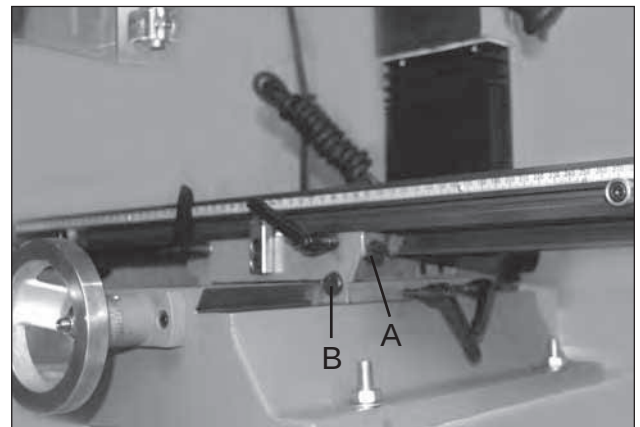
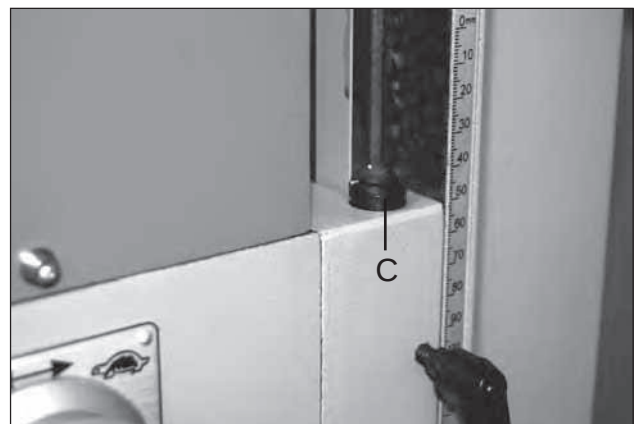

Fig. 17
Fig. 18
1. Der Quertisch kann mit den Einstellschrauben (A, Fig. 17) eingestellt werden. Die Einstellung des Längstisches wird mit den Einstellschrauben (B, Fig. 17) vorgenommen. Die Einstellung des Bohrkopfes erfolgt über die Einstellschrauben (C, Fig. 18).